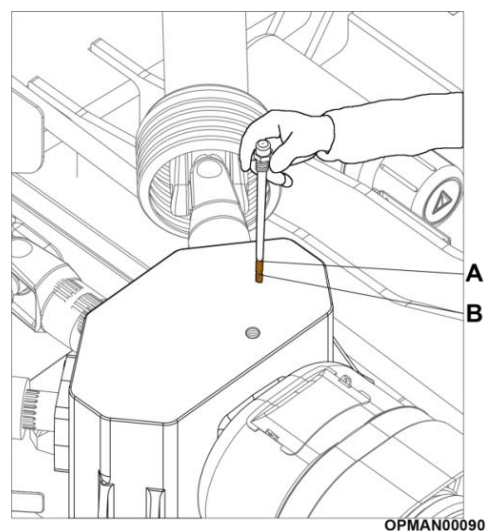

Abbildung 5.2 - Multicut Ölmesstabmarkierungen
Die in den jeweiligen Getrieben zu verwendende Ölmenge wird durch die Füllmarkierungen am Messstab bestimmt, und die ungefähre empfohlene Menge des benötigten Öls für das jeweilige Getriebe ist in Tabelle 5.1 angegeben. Im Messstab sind Rillen markiert, wobei Abbildung 5.2 (A) die obere Ebene und Abbildung 5.2 (B) die untere Ebene zeigt.
Das Getriebe sollte kein zusätzliches Schmiermittel benötigen, es sei denn, das Gehäuse ist gerissen oder eine Dichtung ist undicht. Es wird empfohlen, den Ölstand **jeden Tag vor dem Betrieb zu überprüfen** und zusätzliches Öl, wenn erforderlich, **vor der Inbetriebnahme der Maschine** auf die obere Markierung Abbildung 5.2 (A) hinzuzufügen. Die Schutzvorrichtung des Verteilergetriebes verfügt über einen Ausschnitt, um den Ölstand zu überprüfen, ohne den Schutz öffnen zu müssen.